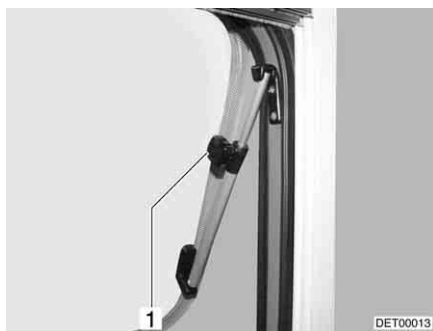

Fig. 75 Ventana abatible con soporte giratorio
- Abrir la ventana abatible hasta la posición deseada y fijarla con el botón moleteado (Fig. 75,1).
- Girar el botón moleteado (Fig. 75,1) hasta que se libere el bloqueo.